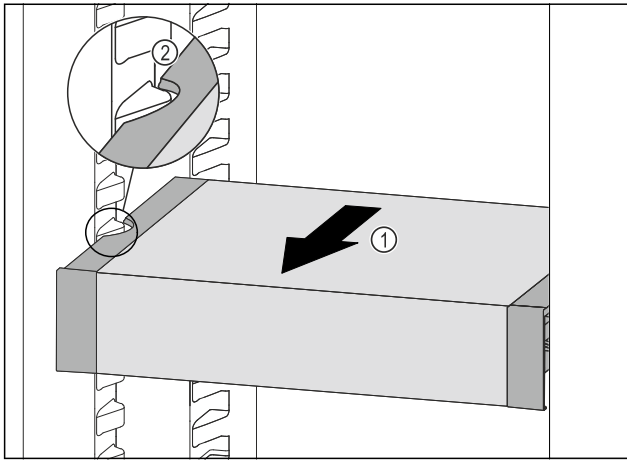

Fig. 63
- ▶ Потягнути VarioSafe вперед Fig. 63 (1), поки бокові заглиблення VarioSafe не опиняться на рівні ребра для резервуара в охолоджувальному відділенні. Fig. 63 (2)